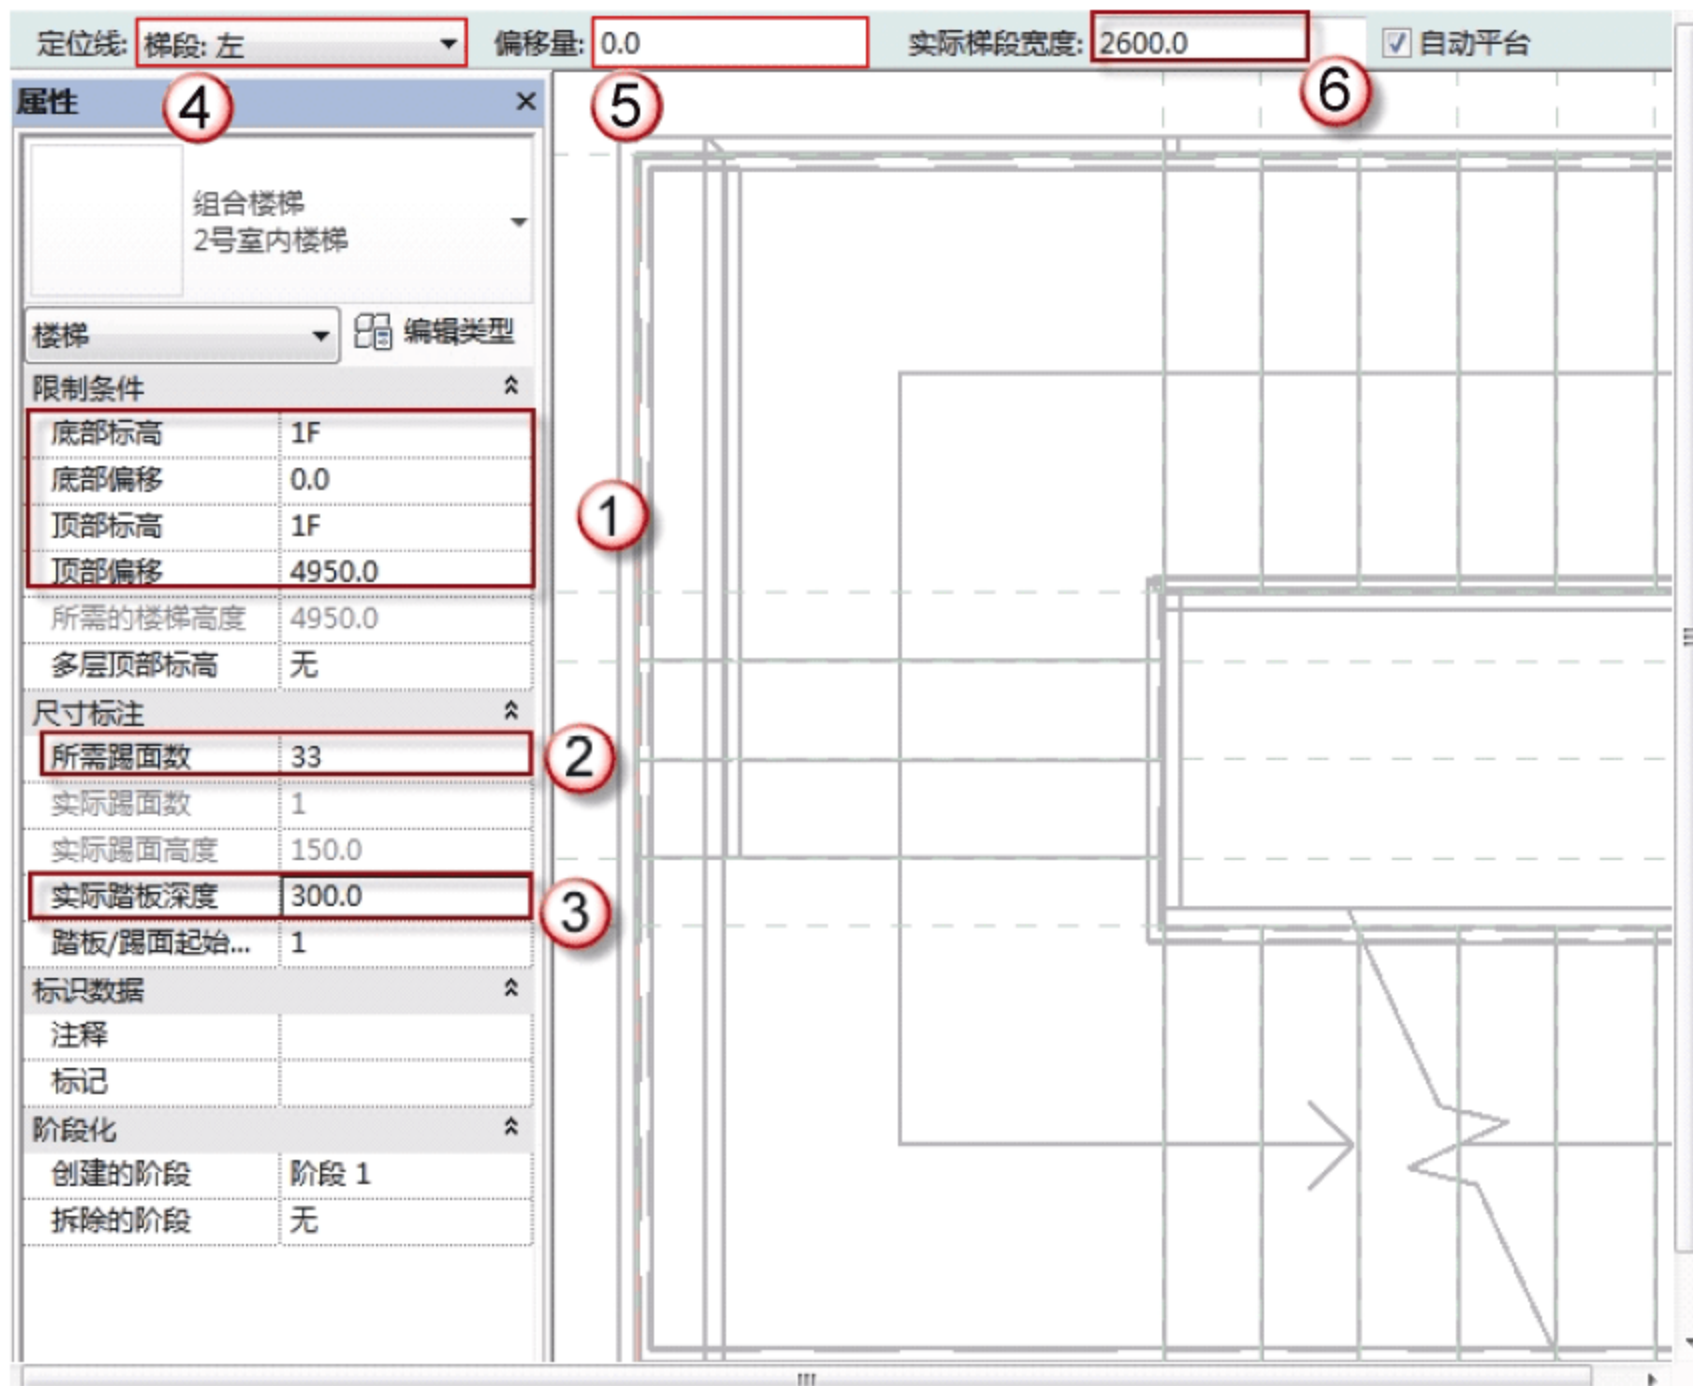
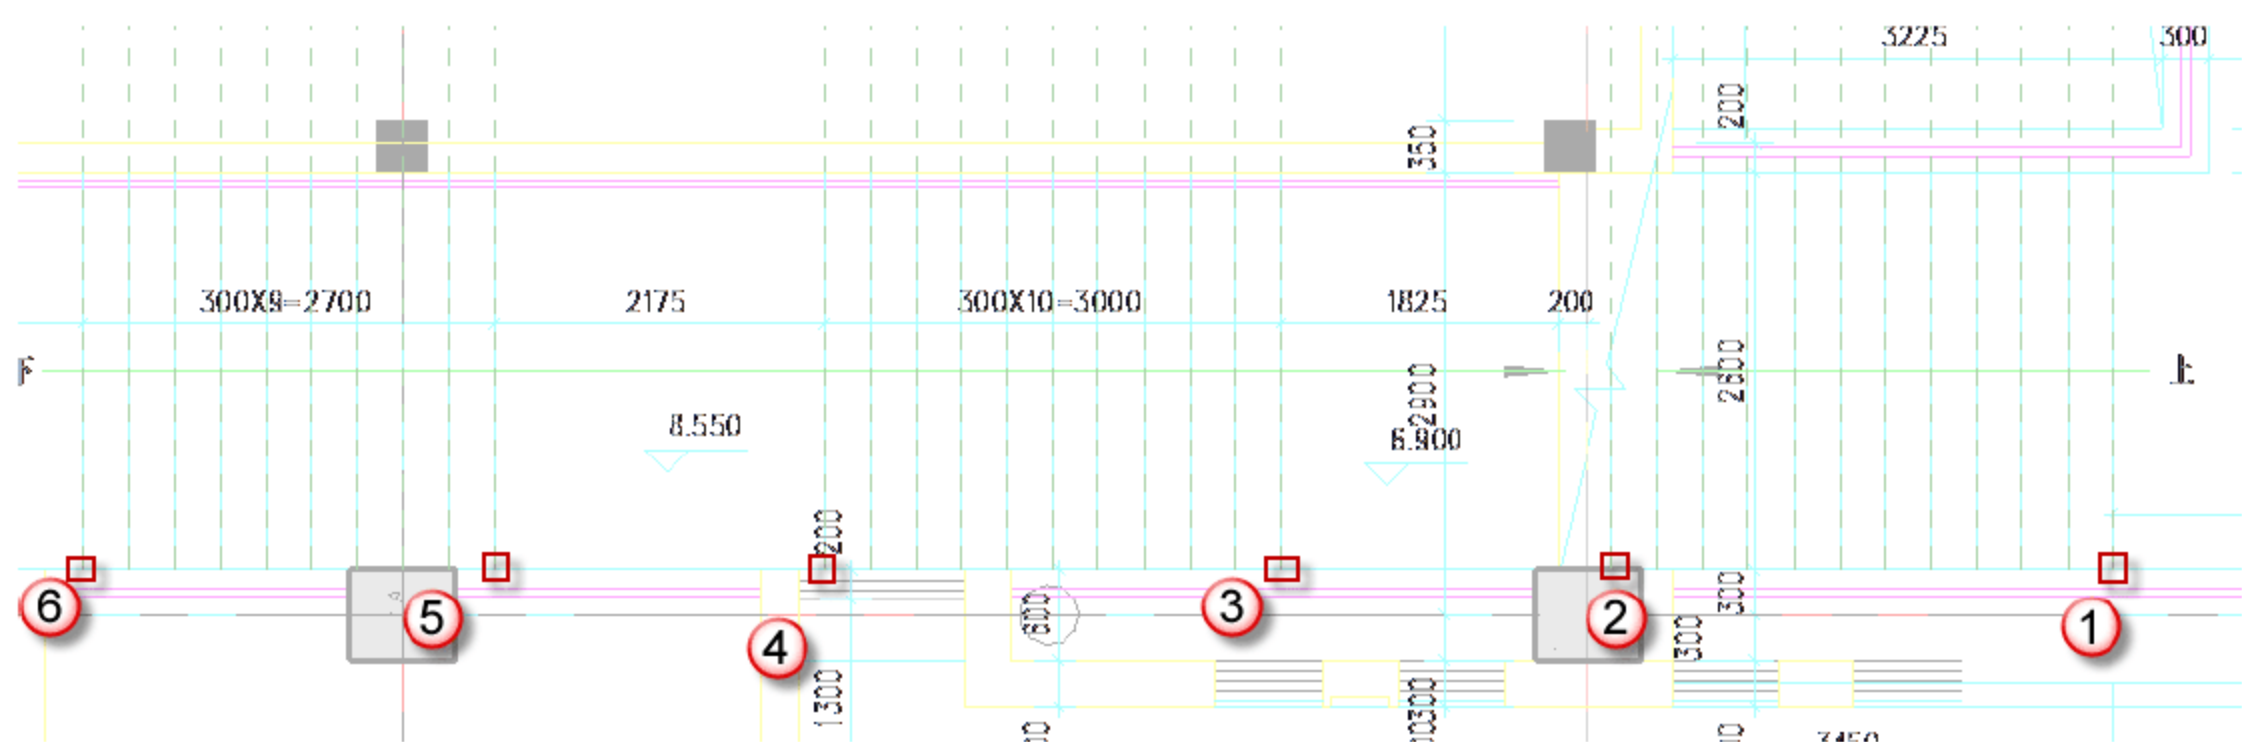

图 11.2.74 第四、五、六梯段尺寸及位置
图 11.2.75 完成第四、第五、第六梯段
(10) 绘制楼梯第四、第五、第六梯段。通过设置“底部标高”为“1”层平面、“底部偏移”为“0.0”个单位、“顶部标高”为“1”层平面、“顶部偏移”为“4950.0”个单位来确定楼梯的起始和终止高度。通过设置“所需踢面数”为“33”个，从而可以调整“实际踢面高度”为“148.5”mm（实际踢面高度为程序自动计算，不需要另为设置），同时调整实际踏板深度为“300”mm。在选项栏中设置定位线为“梯段：左”对齐，“偏移量”为“0.0”个单位，“实际梯段宽度”为“2600.0”个单位，选中“自动平台”复选框，如图 11.2.74 所示。捕捉楼梯梯段的起始点“1”点，沿水平方向参照线向右绘制至梯段的终点“2”点，再捕捉到楼梯梯段的起始点“3”点，沿水平方向参照线向左绘制至梯段的终点“4”点，再捕捉楼梯梯段的起始点“5”点，沿水平方向参照线向左绘制至梯段的终点“6”点，如图 11.2.75 所示。